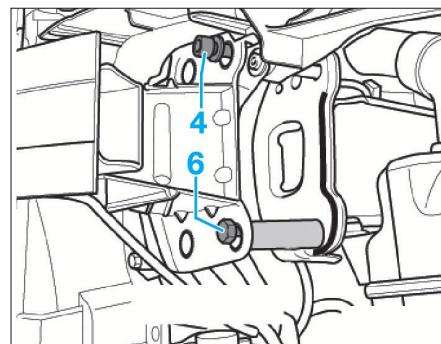

FIG. 25
- De chaque côté, déposer l'une des deux vis de fixation inférieures (5) et repérer la position de la façade avant au niveau des points de fixation des longerons.
- Déposer les vis de fixation restantes (5).
- Tirer avec précaution la façade avant sur les vis (4) (Fig.25).